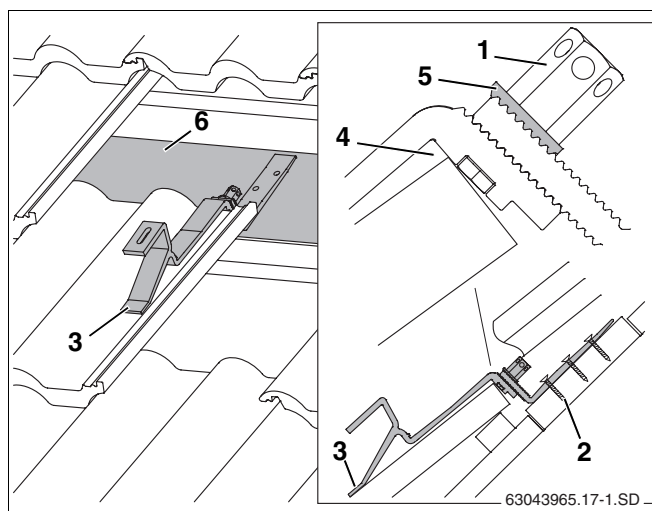

Fig. 15 Gancho de tejado montado (para facilitar la vista se han eliminado de la figura algunas tejas)
- ▶ Colocar el apoyo delantero sobre la teja de tal forma que con carga descansa sobre el perfil ondulado (fig. 15, **pos. 3**).
Para ello, el gancho de tejado debe tener un poco de juego en el borde superior de la teja (fig. 15, **pos. 4**). En caso necesario, adaptar la parte superior de la teja.
- ▶ Deslice hacia abajo la parte inferior del gancho de tejado hasta que éste descansa sobre el cabrio o sobre las tablas/tablones (fig. 15, **pos. 6**).
La arandela dentada (fig. 15, **pos. 5**) debe encajar en el lado dentado de la parte inferior del gancho para tejado.
- ▶ Apriete la tuerca hexagonal larga (fig. 15, **pos. 1**). Introduzca para ello la llave de tamaño 5 en el orificio de la tuerca hexagonal y gírela.
- ▶ Fije la parte inferior del gancho de tejado al cabrio como mínimo en el primer (fig. 15, **pos. 2**) y en el segundo orificio mediante tornillos adecuados.